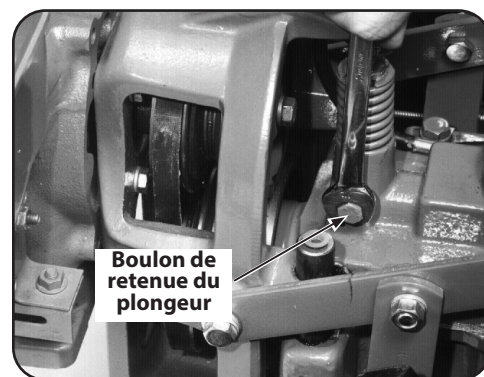

Figure 5-24
8. Faites une marque, avec une craie ou un crayon, sur le bord supérieur du boulon de retenue du plongeur. Puis, tout en observant la marque, desserrez le boulon de 3/4 de tour. Voir Figure 5-24. Ne desserrez pas plus de 3/4 de tour, car le boulon sortirait de la rainure de verrouillage sur le côté du plongeur.